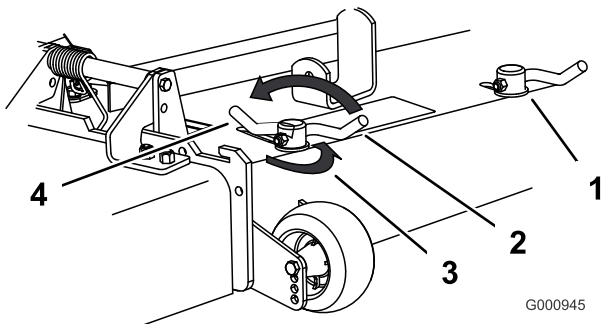

Figura 25
3. Para ajustar los bloqueos de leva, levante la palanca para aflojar el bloqueo de leva (Figura 25).
5. Devuelva la palanca a su posición original para apretar el deflector y los bloqueos de leva (Figura 25).